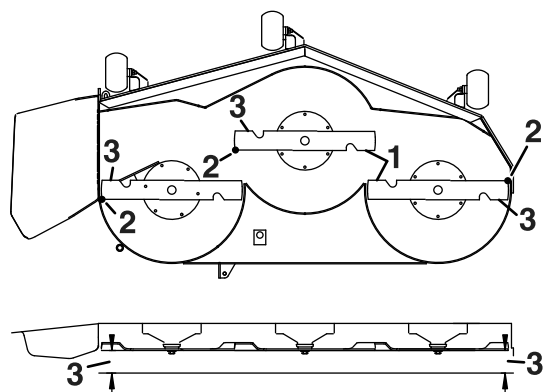

Figura 72
4. Misurate la distanza tra i taglienti esterni e la superficie piatta (Figura 72).